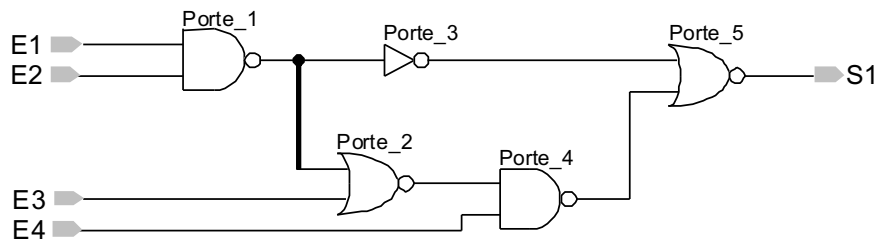

Figure 3 : Exercice 2
Considérons comme deuxième exemple de circuit à tester le schéma au niveau porte présenté sur la Figure 3.
- D'après l'exemple précédent voir Figure 3: